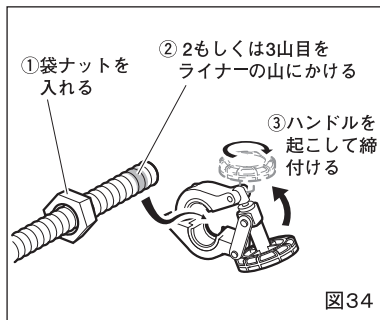

図34
(1) クランプのセット (図34,35)
- ①管の端面から2もしくは3山目の谷部をライナーの山にかけます。
- ②クランプのハンドルを起し、時計方向に回して締付けてください。
- ③セットしたクランプを横から見て、管の端面がクランプから出ていないか確認します。